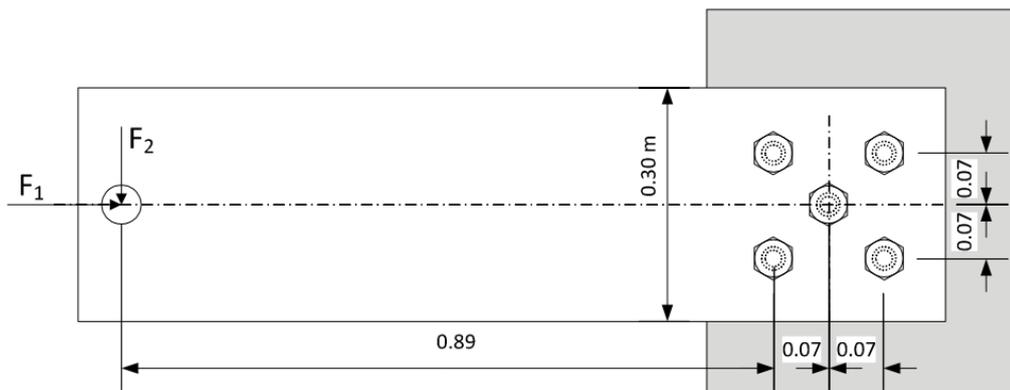

Figura 1.6
1.3.3 A Figura 1.6 mostra uma placa aparafusada numa das extremidade por 5 parafusos iguais. Na outra extremidade estão a atuar uma carga $F_1 = 500kN$ e uma carga $F_2 = 500kN$, todas as medidas então em metros, determine.